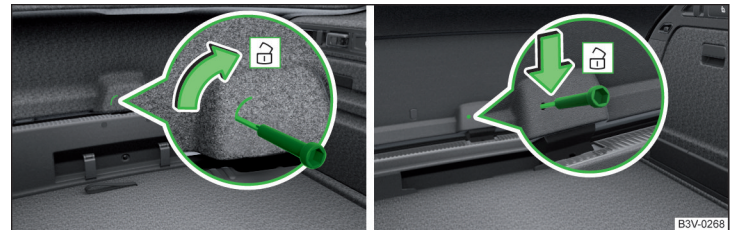

Abb. 249 Klappe entriegeln: Variante 1 / Variante 2
- › In die Aussparung bzw. Öffnung in der Klappenverkleidung » Abb. 249 einen Schraubendreher oder ein ähnliches Werkzeug bis zum Anschlag einführen.